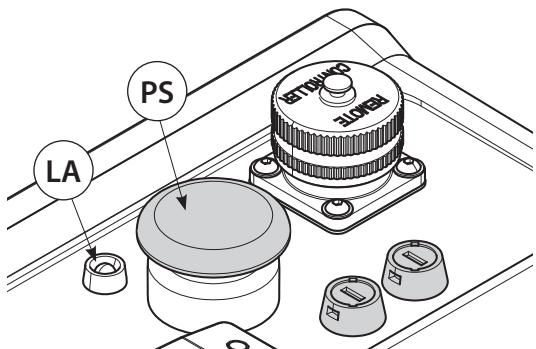

FIG. 3
- *En cas de besoin, appuyer à fond sur le bouton mécanique de décompression (PS) (Fig. 3) placé sur le groupe pour obtenir le retour de l'huile dans le réservoir même en absence d'énergie électrique.*
La pompe est équipée d'un système de diagnostic, l'allumage de la LED jaune (LA) Fig. 3 signale une éventuelle anomalie de fonctionnement et par conséquent ***le blocage de la pompe***.
- L'ALLUMAGE DE LA LED JAUNE signale l'intervention de la protection thermique à l'intérieur du moteur électrique, normalement causé par une utilisation intensive et prolongée de la pompe. Pour rétablir le fonctionnement de la pompe, attendre le refroidissement du moteur, l'éteindre et ensuite l'allumer de nouveau par l'interrupteur général (IG).